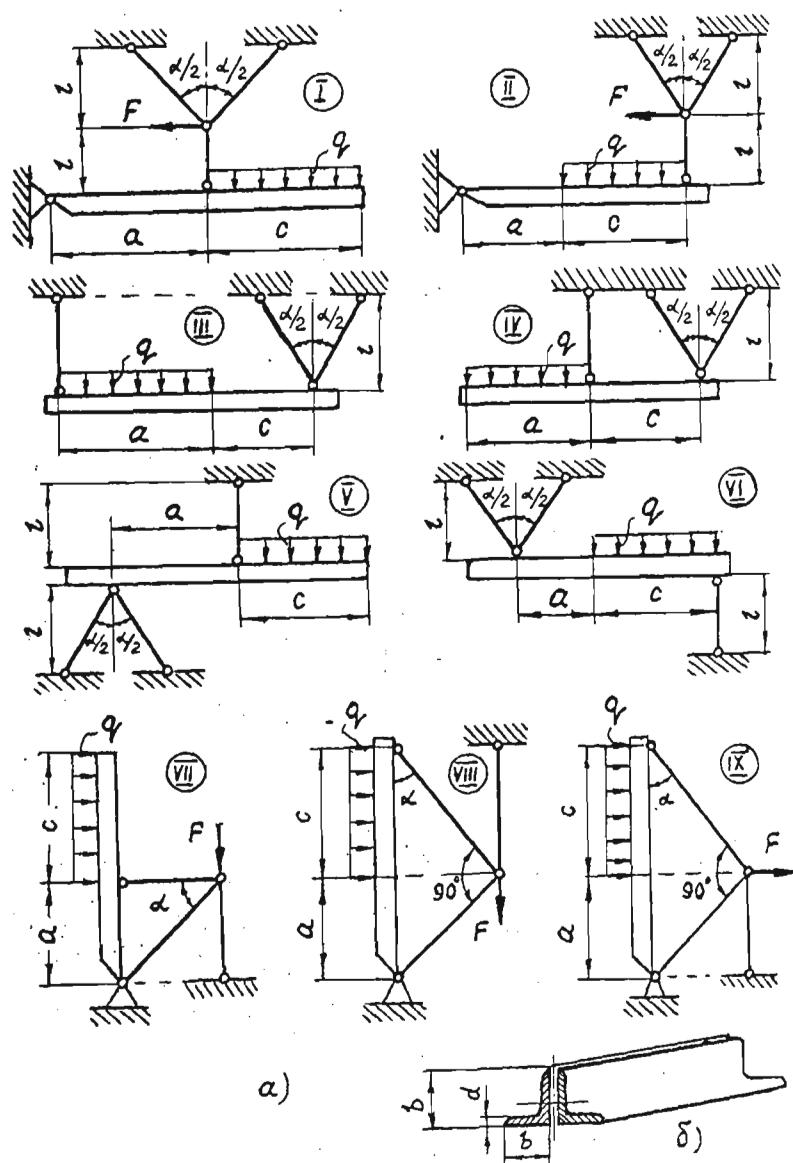

Рис. 10
Для одной из плоских стержневых систем, изображенных на рис.10а, требуется:
- 3) считая, что каждый стержень состоит из двух одинаковых равнополочных уголков (рис.10б), подобрать по ГОСТ 8509-72 соответствующий номер профиля.
- Учитывая, что каждый стержень состоит из двух равнобоких уголков (рис. 10б), подобрать номер профиля для каждого стержня. Для этого найденную площадь  $A_i$  разделить пополам и по этой величине в сортаменте прокатной стали – "Сталь прокатная уголковая равнополочная" ГОСТ 8509-72 выбрать необходимый профиль.